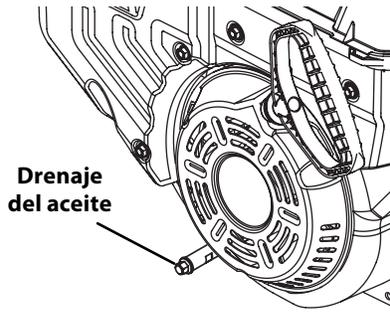

Figura 6-3
- Retire el tapón de drenado del aceite, si está incluido. Vea la Figura 6-3.